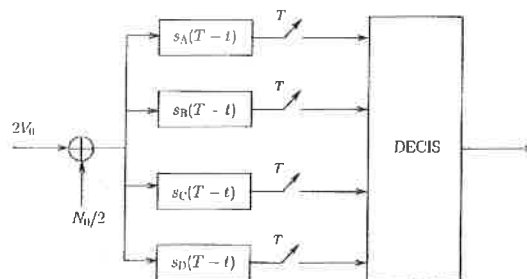

Figura 3: Struttura del sistema di trasmissione con ricevitore a filtri paralleli.
3. Si consideri ora il ricevitore mostrato in Figura 3. Che logica di decisione a singolo passo si potrebbe adottare? Cosa è